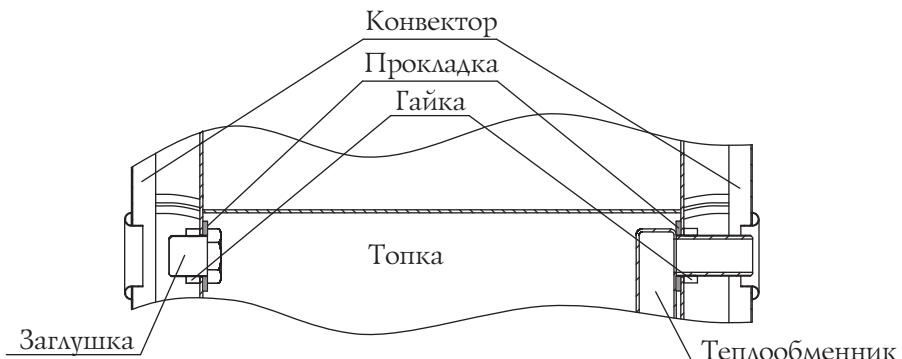

Рисунок 9. Демонтаж теплообменника и заглушки печи «Гейзер 2014»
3. Снять теплообменник (рисунок 9) раскрутив гайки 2 шт. и вынув его из отверстий, прокладки остаются на штуцерах;